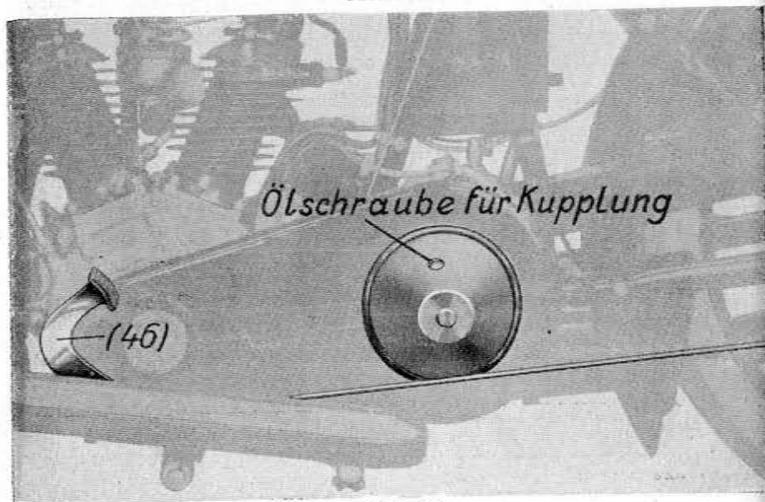

Abb. 23.
(siehe Abb. 23 und 25) betätigt, der vermittelt des Gestänges (14)